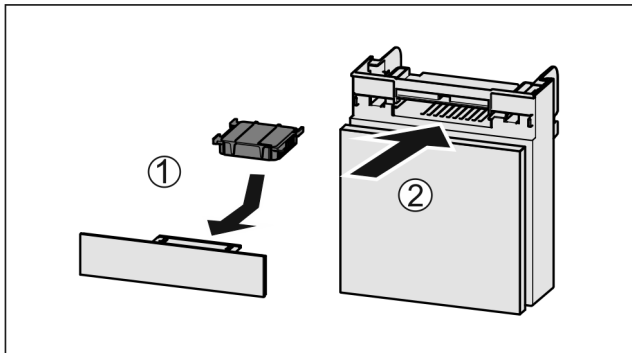

Fig. 183
- ▶ Aktivkohlefilter nach Abbildung einsetzen Fig. 183 (1).
- ▶ Fach einschieben Fig. 183 (2).